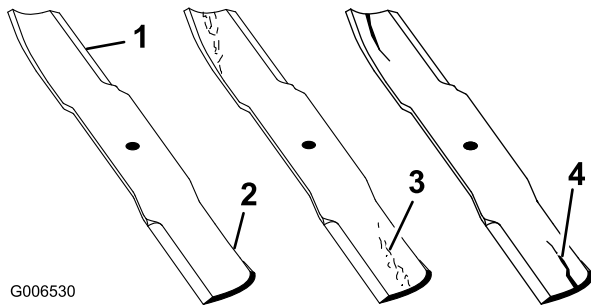

Figure 83
1. Examinez le tranchant des lames (Figure 83).
2. Inspectez les lames, surtout la partie relevée (Figure 83).
Remplacez immédiatement toute lame endommagée, usée ou qui présente une entaille (Figure 83).